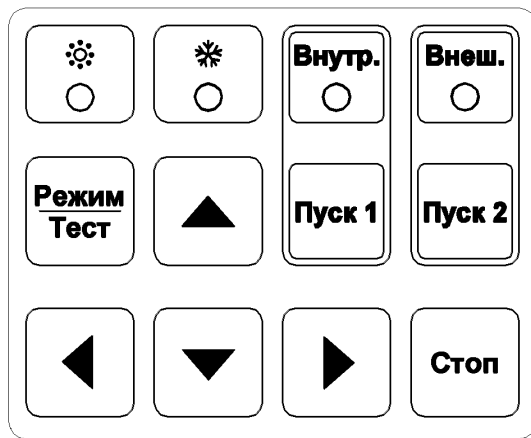

Рисунок 2.
- 4.2.7 На лицевой панели блока управления термостата располагаются жидкокристаллический индикатор 2x16 символов, клавиши управления и индикаторные светодиоды, отражающие режимы работы (**Рисунок 2**).